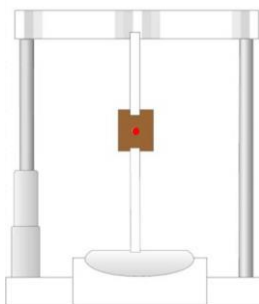

Рисунок 2: Прицельные лучи в фокусе
7. Отрегулируйте положение щелевой лампы так, чтобы направляющие лучи сходились, образуя одно пятно на бумаге, прикрепленной к цели. Прицельное пятно должно быть в центре поля зрения и в центре просветной апертуры. Зафиксируйте щелевую лампу в этом положении (см. Рисунок 2).
5. Отрегулируйте положение щелевой лампы так, чтобы направляющий луч образовывал только одно четкое, четко определенное пятно на бумаге, прикрепленной к цели (фокусное расстояние), и зафиксируйте щелевую лампу в этом положении. Прицельное пятно должно быть в центре поля зрения и в центре световой щели. Заблокируйте щелевую лампу в этом положении (см. Рис. 2 в разделе 2.2.3 выше).